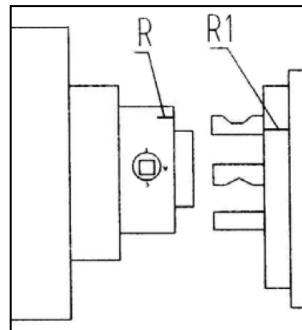

Figure 2
- Vérifier que toutes les cames sont en position de desserrage (fig.2).
- Une ligne de référence (R1 fig.2) doit être marquée sur chaque mandrin ou plateau pour coïncider avec la ligne de référence sur le nez de la broche (R fig.2), pour faciliter les remontages ultérieurs.